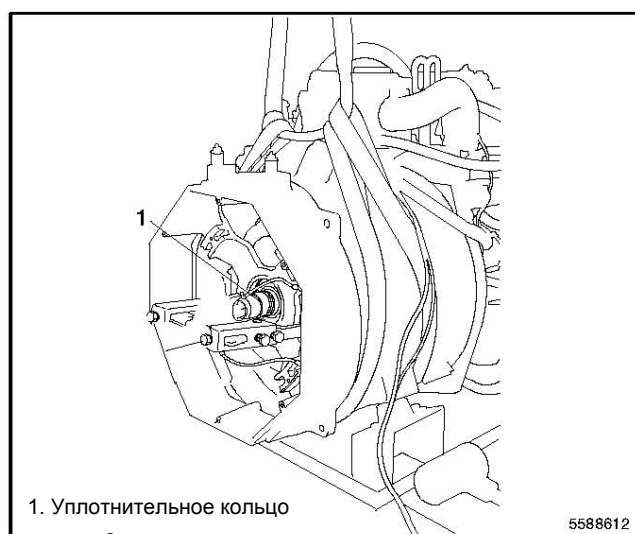

Рисунок 9-15 Установка статора
4. Заменить уплотнительное кольцо в подшипниковом отверстии крепежного кронштейна. При одевании статора на ротор узел статора должен поддерживать стропом. будьте осторожны чтобы не повредить ротор. См. Рисунок 9-15.